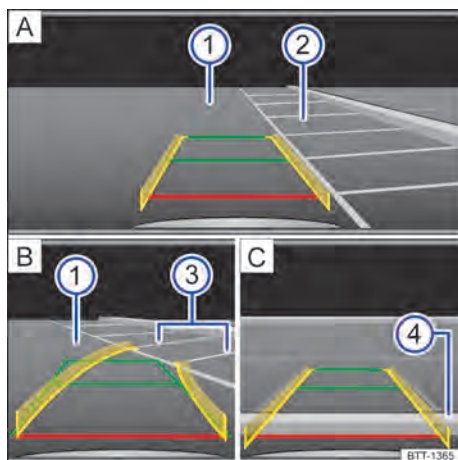

Fig. 165 Exibição do display do sistema Infotainment: entrar na vaga de estacionamento com a câmera de marcha a ré, modo 1.
Legenda para Fig. 165:
- Posicionar o veículo na frente da vaga de estacionamento → Fig. 165 ② [A].
- Girar o volante de modo que as linhas amarelas → Fig. 165 ③ conduzam para a vaga de estacionamento [B]. As linhas verdes e amarelas devem coincidir com as linhas de limitação laterais ③.
- Parar quando a linha vermelha alcançar o limite traseiro → Fig. 165 ④ [C].